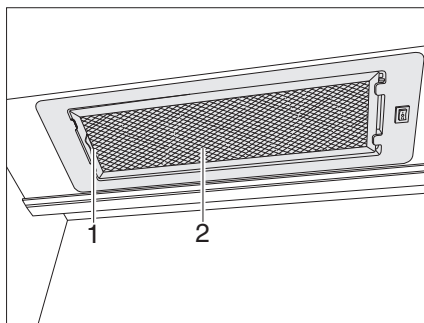

Fig. 146 Cappa di aspirazione
- Spingere la leva (Fig. 146,1) verso l'interno.
- Rimuovere il filtro (Fig. 146,2) dal basso.